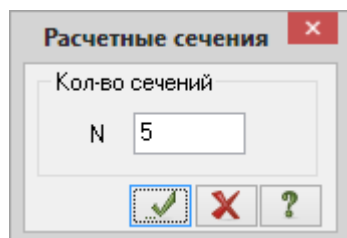

Рис.3.26. Диалоговое окно **Расчетные сечения**
- Щелчком по кнопке  – **Расчетные сечения стержней** (панель **Редактирование стержней** на контекстной вкладке **Стержни**) вызовите диалоговое окно **Расчетные сечения** (рис.3.26).